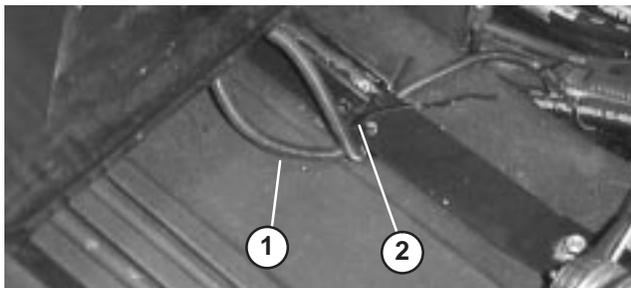

Bild 6
- Verlegen Sie (nur beim Deluxe-Sitz) den überflüssigen Sitzschalteranschluss unter dem Sitzstreifen und befestigen Sie beide Kabel mit einer Kabelbinde am hintersten Loch des Sitzstreifens (Bild 6) (Kabelbinde zählt zum Lieferumfang des Sitzbausatzes).